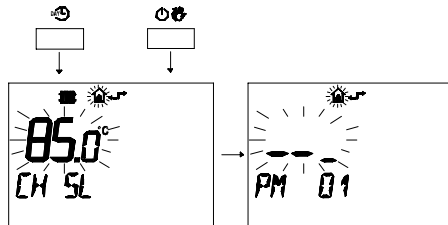

fig. 9.16
- 2 Premere contemporaneamente i pulsanti e per entrare nella programmazione trasparente (fig. 9.16)